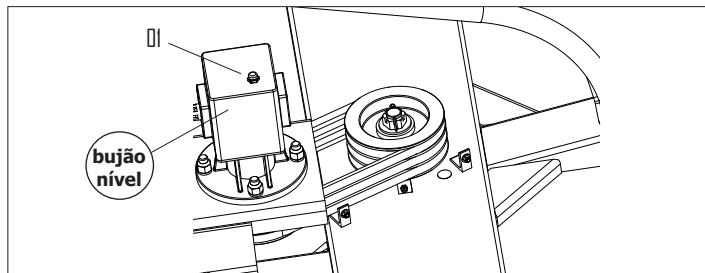

FIGURA 18
- Verifique periodicamente o nível de óleo da caixa redutora (01), através do bujão de nível (02) e reabasteça sempre que necessário, conforme mostra a figura 18.